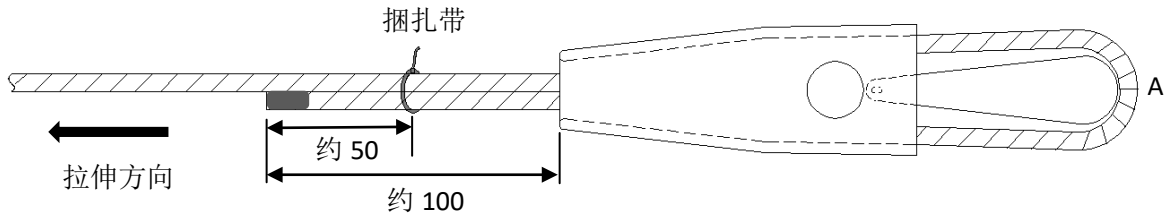

图2 固定钢丝绳尾段
- d) 将弯曲后的钢丝绳沿着楔块穿过楔套，并使 A 点与楔块的顶点接触，当钢丝绳的尾段伸出楔套约 100mm 时，使用捆扎带将钢丝绳尾段固定在钢丝绳工作段上，然后用力拉钢丝绳，直到楔块露出开口销孔为止（对于没有开口销孔的楔块，应拉至楔块到达工作位置为止），拉钢丝绳时需注意楔块的顶点应该与钢丝绳的 A 点接触，见图 2。